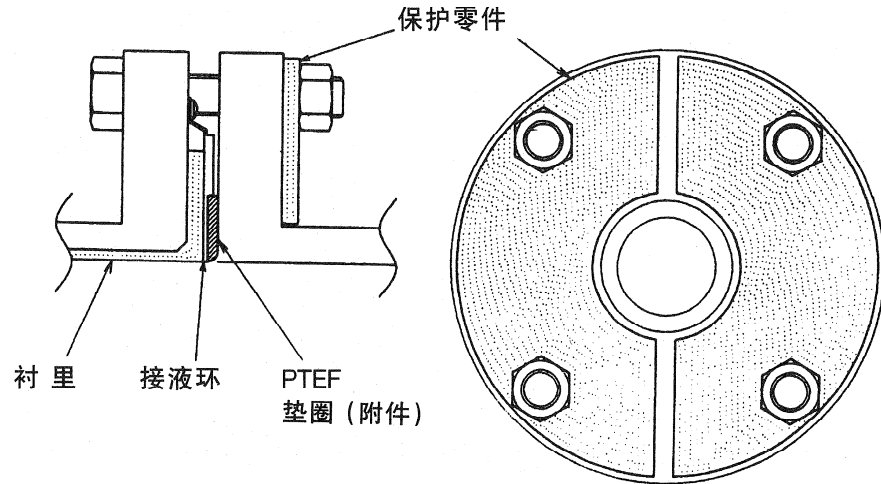

图 2-30 在 2.5A-200A 的条件下，接液环为 SUS 以外的材质的场合（使用保护零件）
- 保护配件： 按规定的力矩紧固安装可能会发生氯乙烯配管变形和损坏，请使用厚度为 1mm 以上的不锈钢材等硬质的金属材料作为保护零件。零件形状参照图 2-30。
如图 2-30 所示的保护零件夹住氯乙烯法兰，将检测器装在配管上，该保护零件应装在氯乙烯法兰的外侧，且即使用规定的紧固力矩也不会使配管变形及破损。紧固力矩可参照 2-27 ~ 29 页的表 2-5。